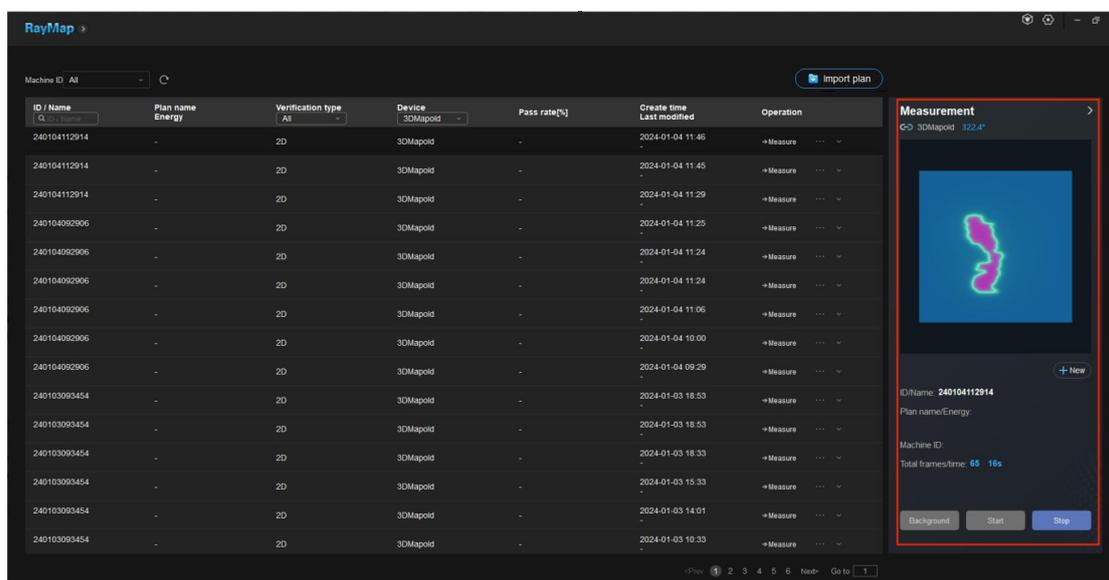

图4-4 主界面探测器采集过程
- (1) 左上角RayMap图标旁按钮点击可跳转至分析界面，此时分析界面不显示任何计划的分析数据。
- (2) 中间区域是浏览和操作当前记录的信息界面。传输的计划和已经完成分析的计划以列表形式呈现，该列表记录每个计划的信息。列表中每条记录下包含了对当前记录的操作功能。在表单的上下行和标题栏处，有对表单所有记录的操作，包括搜索和过滤等功能。
- (3) 界面右侧为测量界面，该界面模块左上方标题下显示探测器的连接状态。在左侧点击记录中的“→Measure”或将记录拖至该测量界面，点击“Background”进行本底检测；本底检测结束后点击“Start”，控制加速器执行对应计划并出束，RayMap开始收集探测器采集到的图像，界面图像处实时显示采集到的图像；加速器出束完毕，点击“Stop”，完成采集，此时记录里存有采集到的图像，可跳转至分析界面进行分析。点击测量界面中的“New”按钮可新建一个没有匹配计划的测量记录，待测量完成后可进行匹配。具体采集过程如图4-4所示。